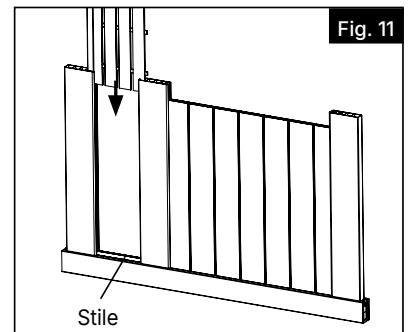

Fig. 11
- g. A continuación, deslice el panel decorativo con el soporte de canal en la parte superior del travesaño y deslice la parte inferior del panel en la hendidura del travesaño medio (Fig. 11).
Asegúrese de que el portón no esté descuadrado. Mida en diagonal desde la parte superior del travesaño de la esquina izquierda (A) hasta la parte inferior del travesaño de la esquina derecha (B) y anote la longitud. A continuación, mida en diagonal desde la parte superior del travesaño de la esquina derecha (C) hasta la parte inferior del travesaño de la esquina izquierda (D). Observe la longitud. Asegúrese de que ambas medidas coincidan antes de instalar los tornillos en los montantes (Fig. 11).